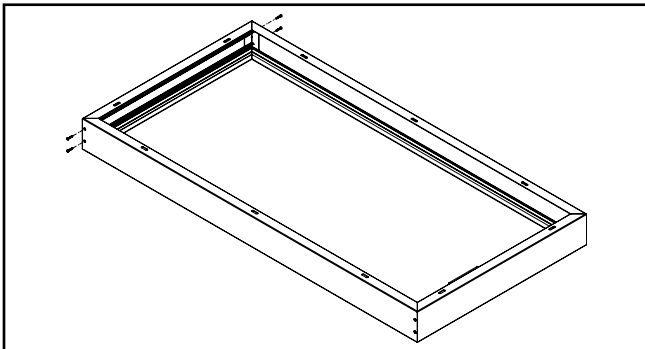

Figura 4.
- A4. Use los 8 tornillos incluidos para asegurar los rieles cortos a los rieles largos (2 tornillos por esquina) como se muestra en la Figura 4.